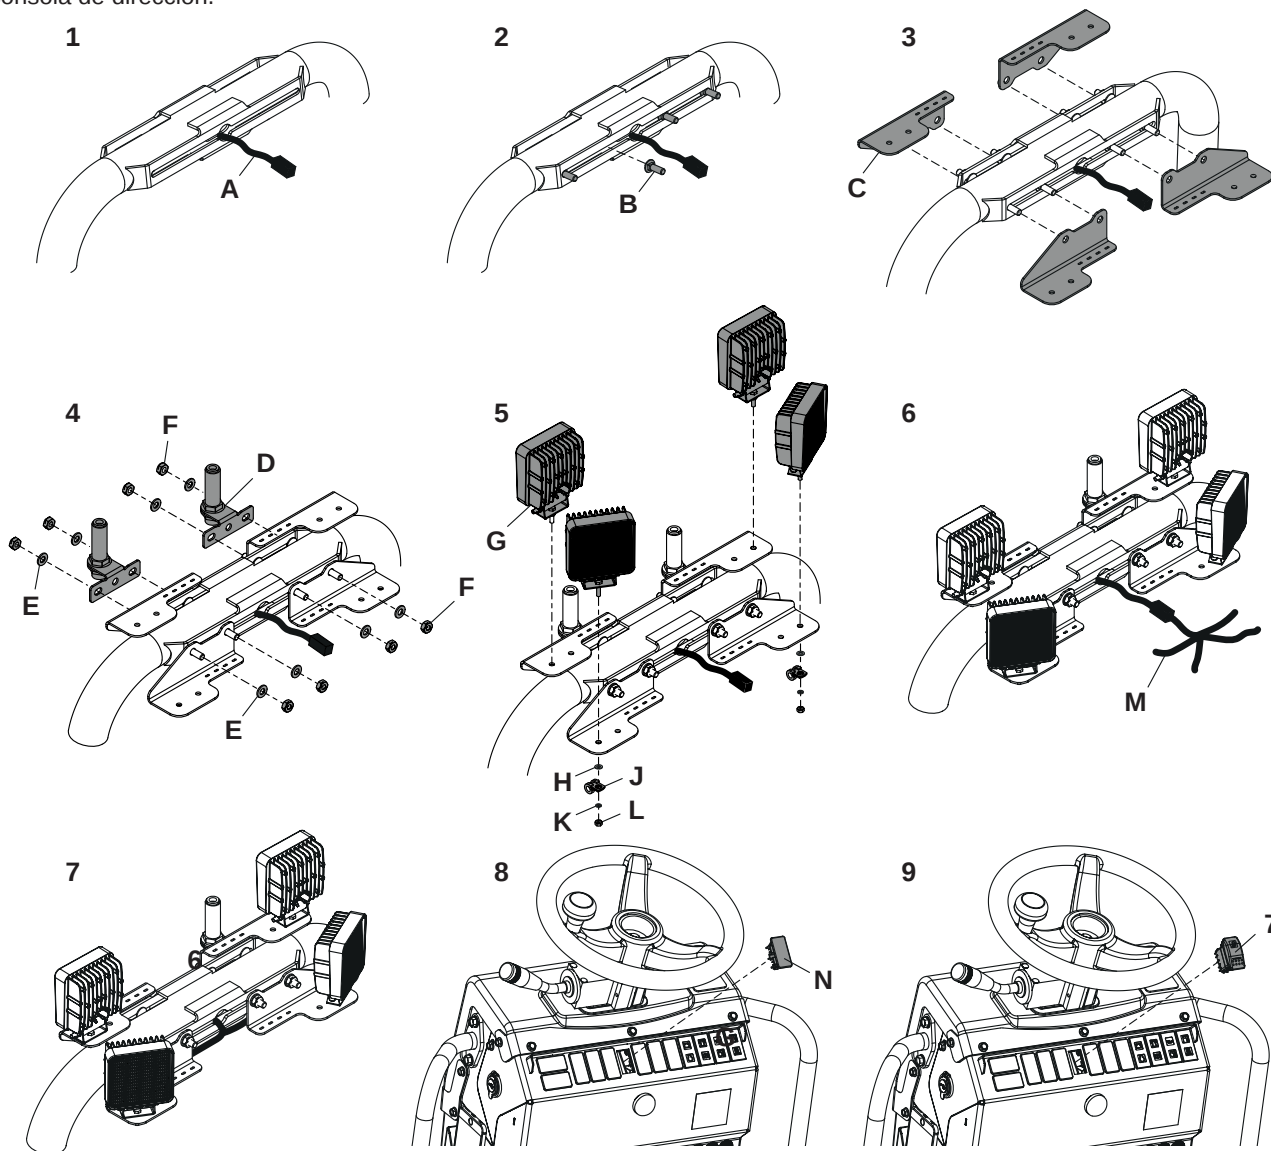

Figura. 28
1. Recupere la toma de la luz de trabajo (figura 28, punto A) que se encuentra actualmente protegida dentro de la parte superior del bastidor de la ROPS.